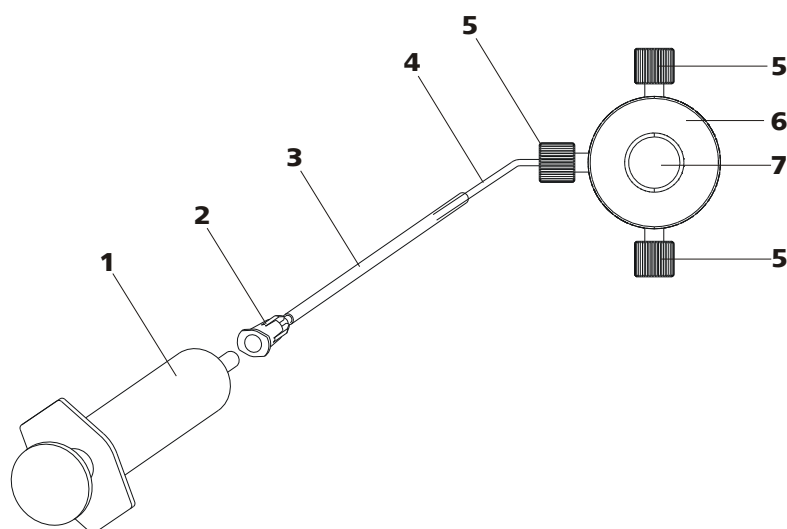

Figura 18 Purgar la bomba de alta presión
Purgue la bomba de alta presión como se indica a continuación (*véase figura 18, página 36*):
- Inserte la jeringa (18-1) en el conector Luer (18-2) de la cánula de purga (véase figura 18, página 36).